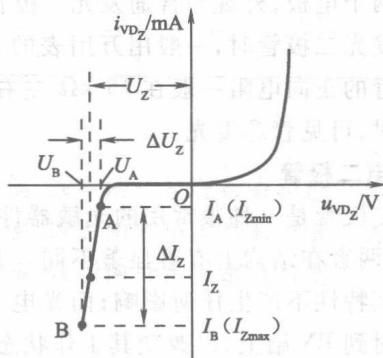

图 1.13 稳压二极管的伏安特性曲线
(1) 稳压二极管的工作特性。稳压二极管的制造工艺采取了一些特殊措施,使它能够得到很陡直的反向击穿特性,并能在击穿区内安全工作。硅稳压二极管的伏安特性曲线如图 1.13 所示,它是利用二极管反向击穿时电流在很大范围内变化,而二极管两端的电压几乎不变的特点,实现稳压的。因此,稳压二极管正常工作时,工作于反向击穿状态,此时的击穿电压称为稳定工作电压,用 U_z 表示。
(2) 稳压二极管的主要参数:
动态电阻 r_z ：动态电阻 r_z 是指稳压范围内电压变化量与相应的电流变化量之比，即 $r_z = \Delta U_Z / \Delta I_Z$ ，如图 1.13 所示。 r_z 值很小，约几欧到几十欧。 r_z 越小越好，即反向击穿特性曲线越陡越好，也就是说， r_z 越小，稳压性能越好。